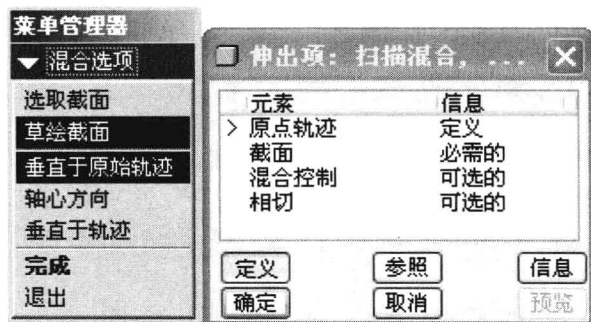

图 1-1 扫描混合操作界面
(1) 在野火 4.0 之前,扫描混合特征(Swept Blend)通过菜单管理器进行操作来选择创建特征所需要的轨迹线、截面等元素,并定义曲面间的相切进行特征的创建,如图 1-1 所示。